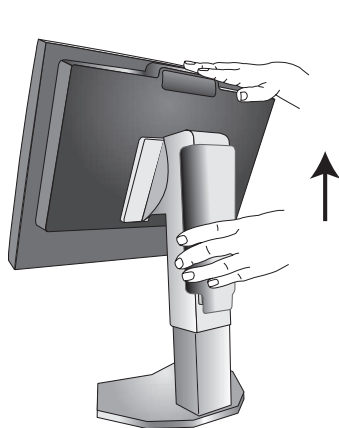

Рисунок S.1
3. Поверните монитор на 90° против часовой стрелки для перевода в горизонтальное положение (**Рисунок S.1**).